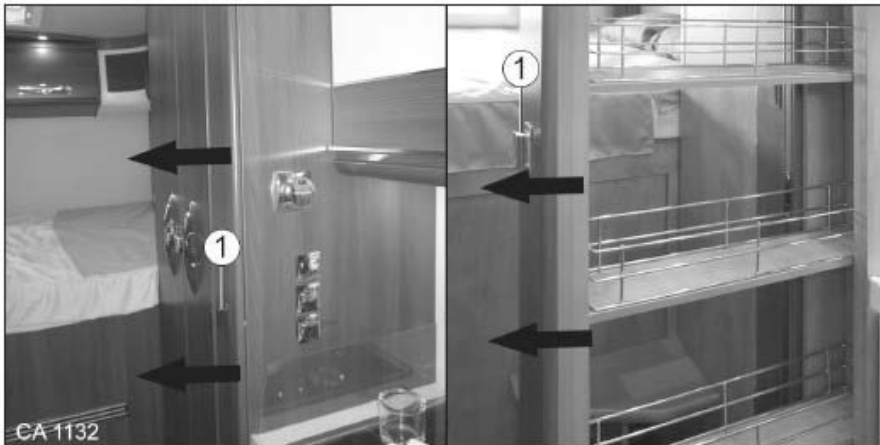

Fig. 112 Grand rangement coulissant variante 1
1. Ouvrir la fermeture push-lock (Fig. 112/1) (consulter le chapitre 6.12.1).
2. Fermer la fermeture push-lock (Fig. 112/1) (consulter le chapitre 6.12.1).